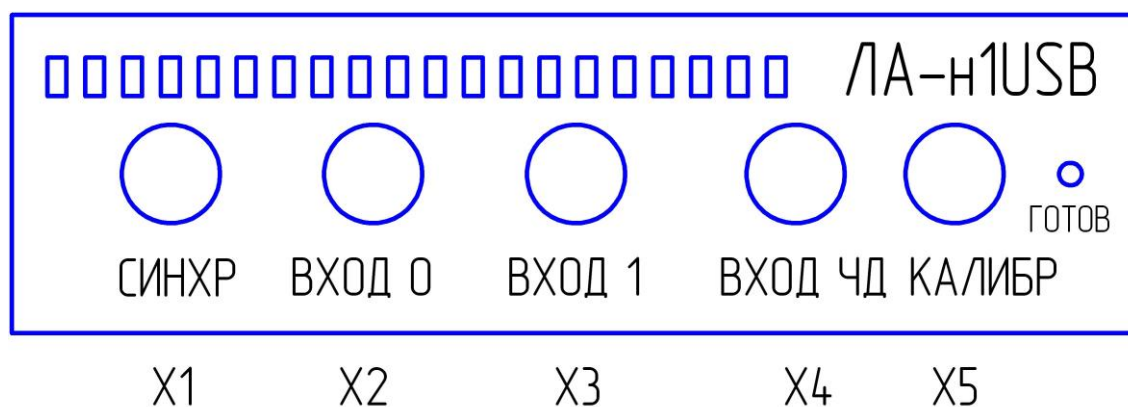

Рис. 4.1. Передняя панель прибора.
4.2.3. Для предотвращения выхода из строя устройства ЛА-н1USB на входные разъемы необходимо подавать сигналы с параметрами, указанными в таблице (Таблица 4. 1). Расположения разъёмов указано на рисунке (Рис. 4.1).